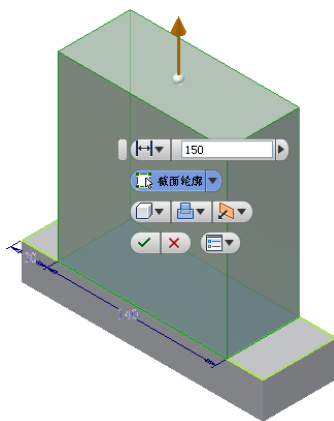

图 7-26 拉伸示意图
②单击【草图】标签上的【完成草图】工具按钮，退出草图环境，返回零件特征环境中。单击【三维模型】标签栏【创建】面板上的【拉伸】工具按钮，打开【拉伸】对话框，选择所绘制的矩形作为拉伸截面轮廓，设置拉伸量为150，单击【确定】按钮完成拉伸，拉伸示意图如图7-26所示。